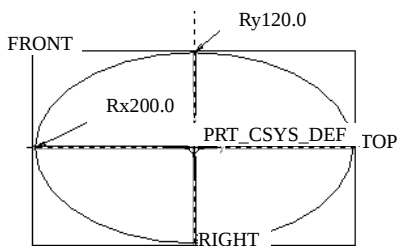

图 4.2.5 截面草图
Step4. 创建特征截面。进入草绘环境后，首先接受默认参考，然后绘制图 4.2.5 所示的截面草图，完成后单击  按钮。